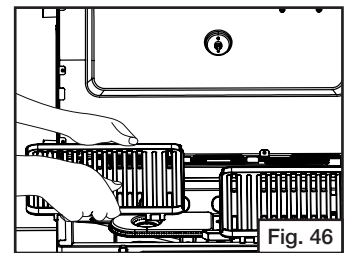

Fig. 46
2. Retirez les grilles de cuisson et mettez-les de côté. (Fig. 46)